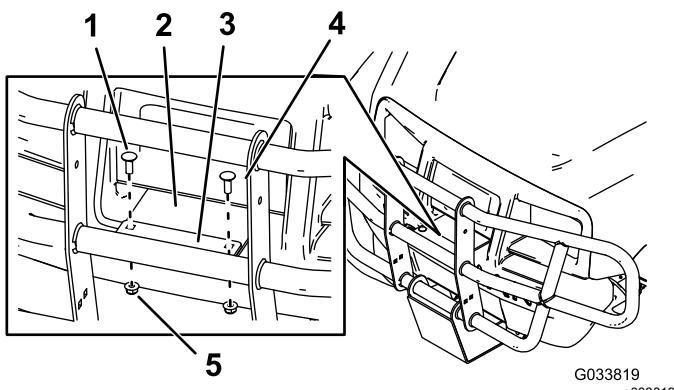

Рисунок 10
7. Установите ограждение щетки на короткий верхний кронштейн ограждения щетки с помощью 2 каретных болтов и 2 гаек (5/16 дюйма), как показано на Рисунок 10.